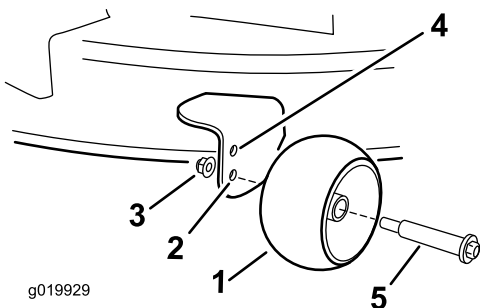

Figura 20
- Taladro superior—utilice esta posición cuando la carcasa de corte está en la posición de altura de corte de 63 mm (2-1/2 pulgadas) o menos (Figura 20).
- Taladro inferior—utilice esta posición cuando la carcasa de corte está en la posición de altura de corte de 76 mm (3 pulgadas) o más (Figura 20).